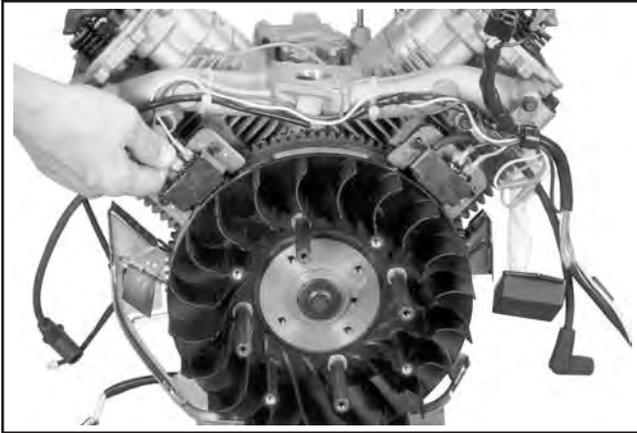

Abbildung 9-46. Abnahme der Kabel von den Zündmodulen.
1. Das/die Kabel(*) von allen Zündmodulen trennen. Siehe Abbildung 9-46. *Die Module für andere als Zündanlagen SMART-SPARK_{TM} verfügen nur über ein Hauptkabel.